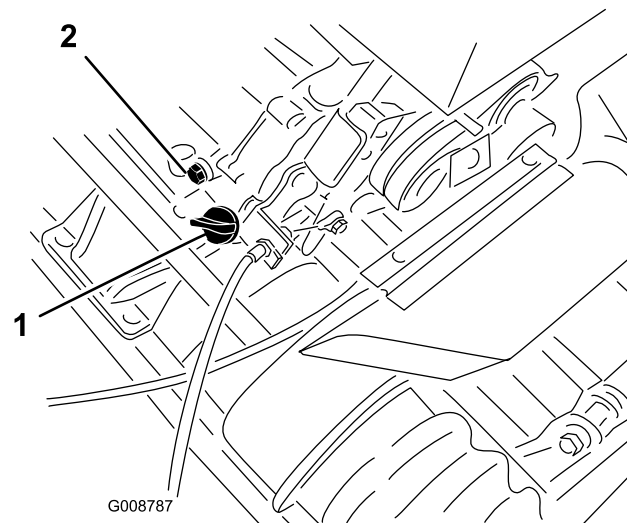

Bild 22
1. Stellen Sie den Rasenmäher so, dass der Motor eben steht und reinigen Sie dann den Bereich um den Ölpeilstab (Bild 22).
2. Stellen Sie eine Auffangwanne hinten an der Maschine unter die Ablassschraube (Bild 22).